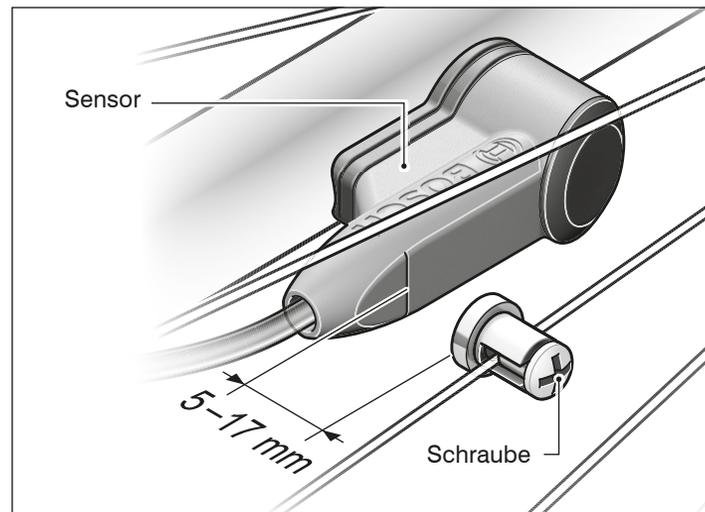

Abb.: B-32 Geschwindigkeitssensor und Speichenmagnet mit Schraube am Hinterrad.
2. Platzieren Sie den Speichenmagnet so, wie in *Abb.: B-32* dargestellt.